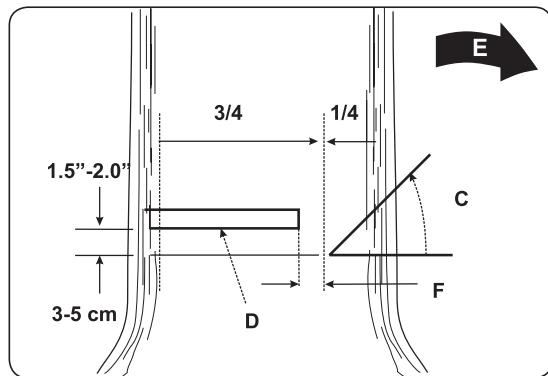

Fig. 10B
Le trait d'abattage (D) se fait du côté opposé de l'arbre à 3-5 cm au-dessus de la base horizontale de l'entaille (C) (Fig. 10B).